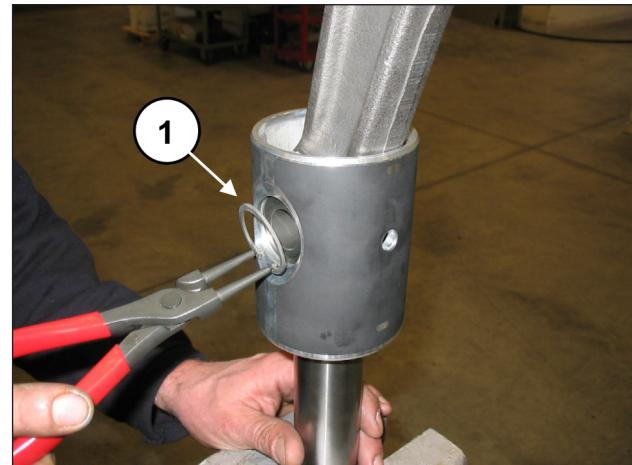

图 43
拆除两个销子锁定开口环，可使用专用工具(位置①，图 43)。
将连杆插入活塞导承(①，图 45)，接着插入销子(①，图 44)。安装两个止挡开口环，可使用专用工具(位置① - 图 43)。